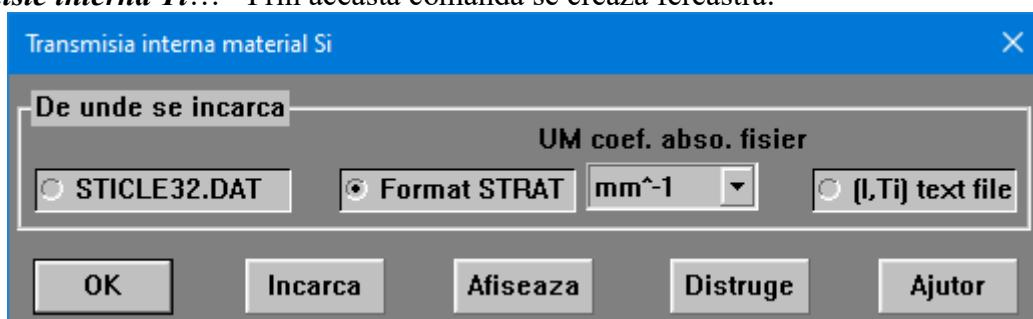

Fig. 3.1.1.3
- **Format STRAT** – datele se citesc dintr-un fisier care are numele materialului si extensia *.TRM*. Daca la incarcare se schimba fisierul (cu alt nume) atunci numai numele materialului se schimba dupa numele fisierului incarcat. Formatul fisierului este ca in fig. 3.1.1.3.1.